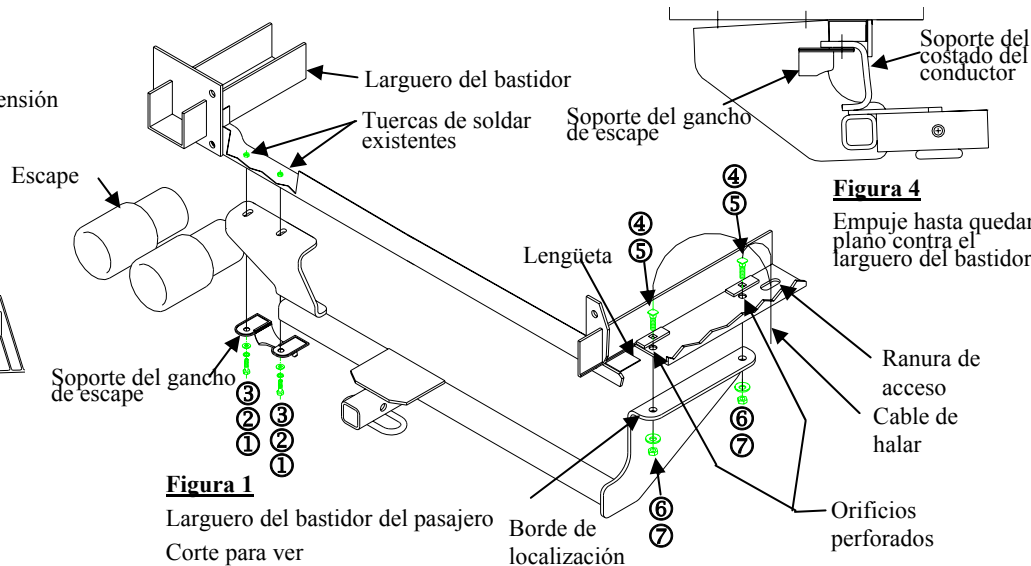

Figura 1
①	Cant. (2)	Perno M8 X 1.25 X 30	⑤	Cant. (2)	Bloque 1/4 X 1 X 3
②	Cant. (2)	Arandela de bloqueo 5/16"	⑥	Cant. (2)	Arandela cónica 7/16
③	Cant. (2)	Arandela plana 5/16"	⑦	Cant. (2)	Tuerca 7/16-14
④	Cant. (2)	Perno de carruaje 7/16-14 X 1.25
1. Retire la placa protectora que cubre el larguero del bastidor del costado del pasajero del vehículo quitando los (5) tornillos Torx. Devuelva la cubierta de la placa protectora plástica y los tornillos al propietario del vehículo.
2. Retire los dos pernos del soporte del gancho de escape como se muestra en la **Figura 1** para bajar el escape. Devuelva los pernos al propietario.